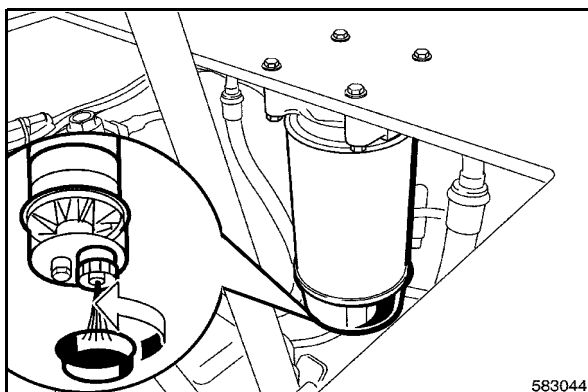

Fig. 126
- Desserrer le bouchon de vidange (Fig. 126) de quelques tours et recueillir le carburant/eau écoulé.